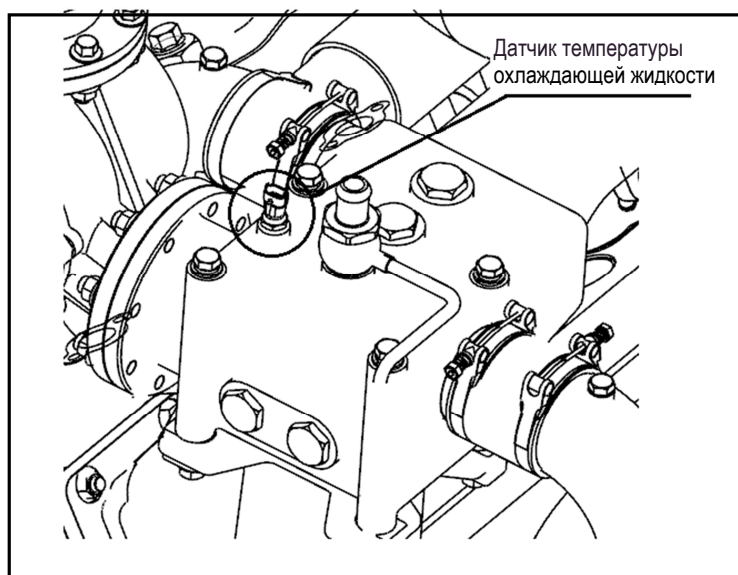

Рис. 2-16 Датчик температуры охлаждающей воды
(3) Датчик температуры охлаждающей воды. Датчик температуры охлаждающей воды используется для контроля температуры охлаждающей воды в двигателе, для холодного запуска, расчета целевого холостого хода и т. д. Он также используется для корректировки угла опережения впрыска, защиты от перегрева и т. д. Если температура воды превысит 98 °C, контроллер будет управлять двигателем для снижения мощности. Он переходит в состояние тепловой защиты для обеспечения безопасной работы двигателя. Обратите внимание на уплотнение и момент затяжки при установке и снятии, чтобы предотвратить утечку охлаждающей воды. См. рисунок 2-16.